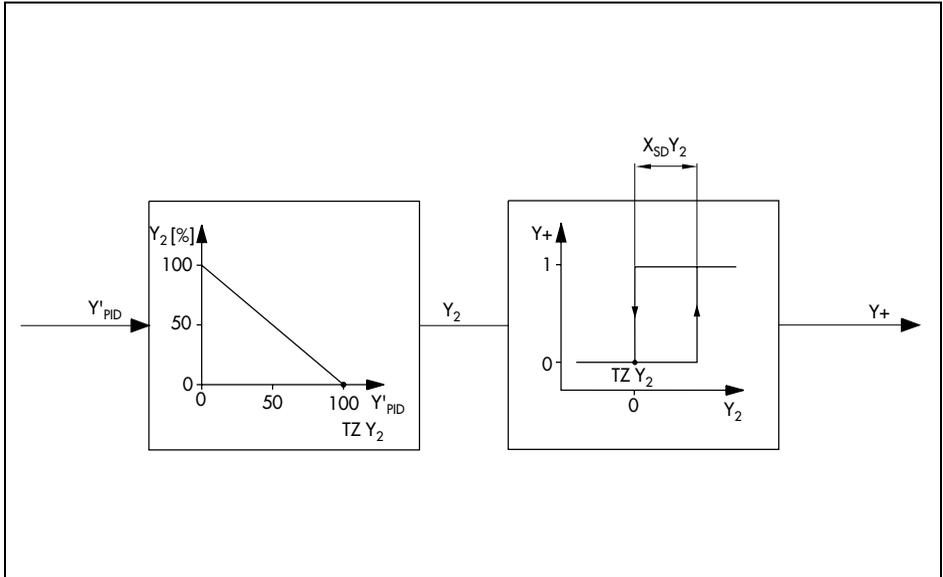

Bild 42. Zweipunktausgang mit C5-4
Der Zweipunktausgang ohne Rückführung wird mit den Konfigurierschaltern C5-4 oder C5-9 gewählt. Dieser Ausgang kann lediglich zwei Zustände annehmen nämlich Ein (1) oder Aus (0). Bei **C5-4** bestimmen der Totzonenpunkt TZY2 und der Parameter XSDY2 den Aus- und den Einschaltzeitpunkt des Zweipunktausgangs s. Bild 42. Der Parameter XSDY2 ist die Schaltdifferenz, damit der Zweipunktausgang bei kleinen Regelabweichungen nicht ständig hin und her schaltet. Sie ist vom Nutzer zwischen 0,1 und 100 % anzugeben. TZY2 ist ein prozentualer YPID-Wert für Y2.